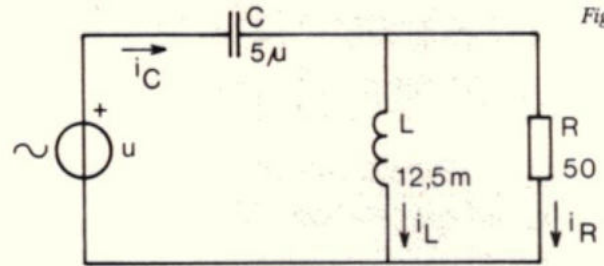

Fig. 16.
5. In fig. 16 is de ogenblikswaarde van de spanning $u = 5 \cos 4000t$ V.